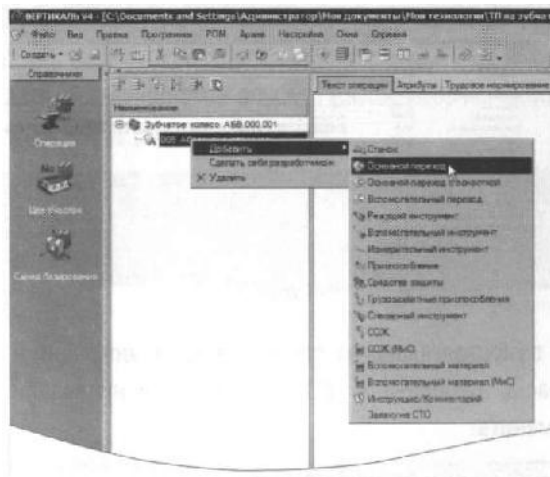

Рисунок 17
2. Установите курсор на названии операции 005 Абразивно-отрезная. Нажмите правую кнопку мыши и выберите в открывшемся контекстном меню **Добавить - Основной переход** (рис. 17).